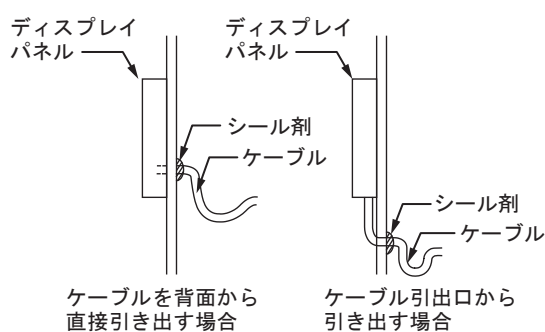

図15 ケーブルの配線
- (4) ケーブル配線上の注意
- 水の浸入を防ぐため、図15のようにたるませてください。